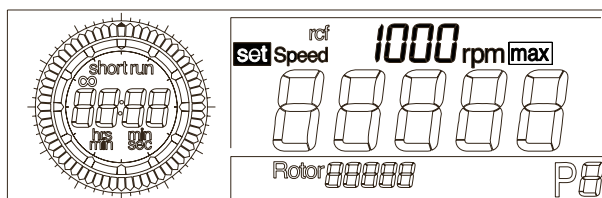

Abb. 5.12: Einstellung der Drehzahl
- Drehen Sie den linken Drehknopf, bis im Anzeigenfeld "set" vor dem Parameter "Speed" erscheint (Abb. 5.12).